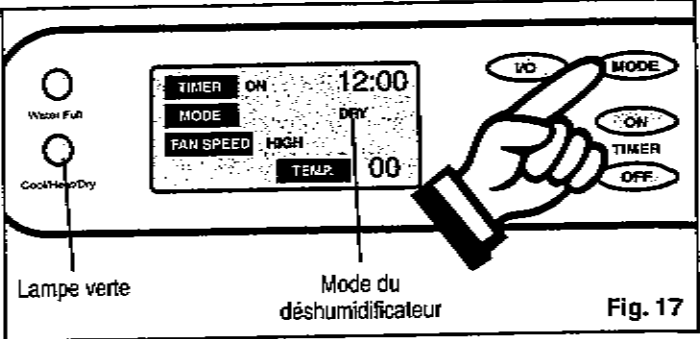

Fig. 17
- 2) Appuyez sur la touche **MODE** jusqu'à ce que le mot **DRY** (déshumidificateur) soit indiqué sur l'**ACL**. Fig. 17. Chaque appui sur la touche **MODE** change le mode (**Refroidissement-chaleur** (DPAC7599)-**déshumidification-ventilation**).